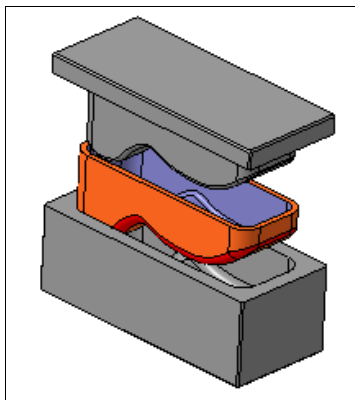

Рис. 44.15. Разнесение компонентов формы
- ◆ на Панели свойств: Разнести компоненты нажмите кнопку **Применить**. Система разнесет компоненты (рис. 44.15). Если вы хотите изменить